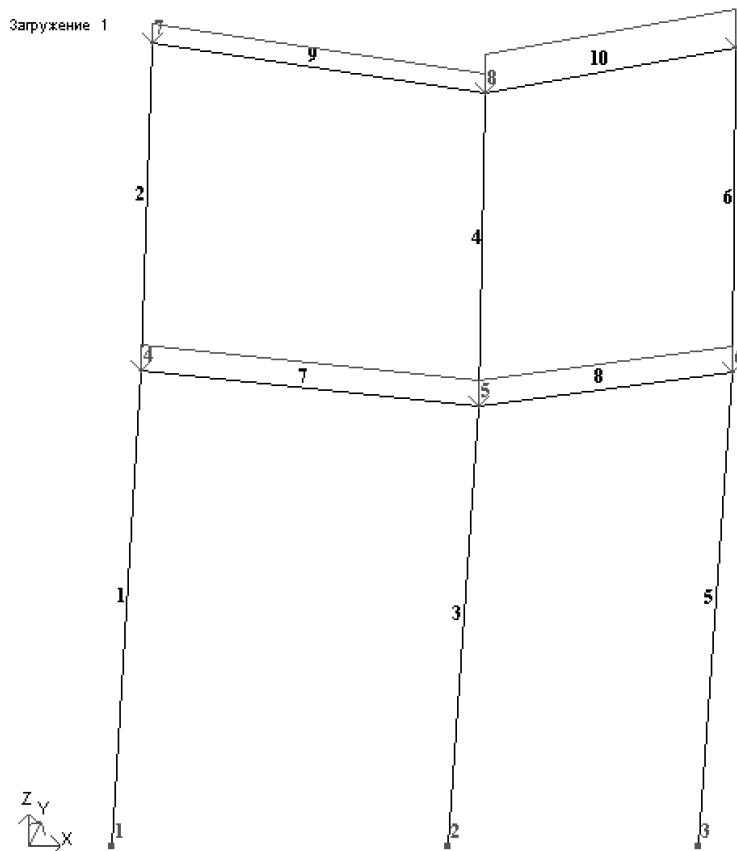

Рис.1.16. Расчетная схема с учетом перемещений узлов
- В режиме просмотра результатов расчета по умолчанию расчетная схема отображается с учетом перемещений узлов (рис. 1.16). Для отображения схемы без учета перемещений узлов выполните пункт меню **Схема** ⇒ **Исходная схема** (кнопка  на панели инструментов).